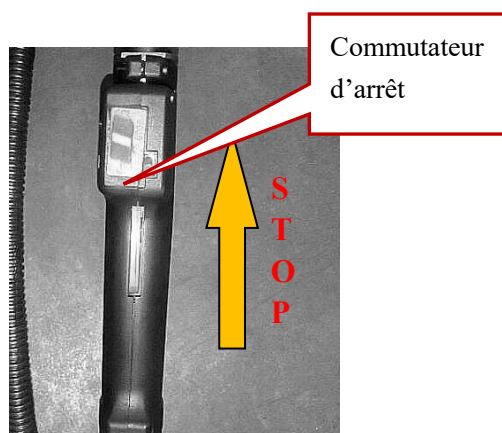

Fig 5
7.2 Placez l'interrupteur d'arrêt en position "arrêt". Voir figure 5.